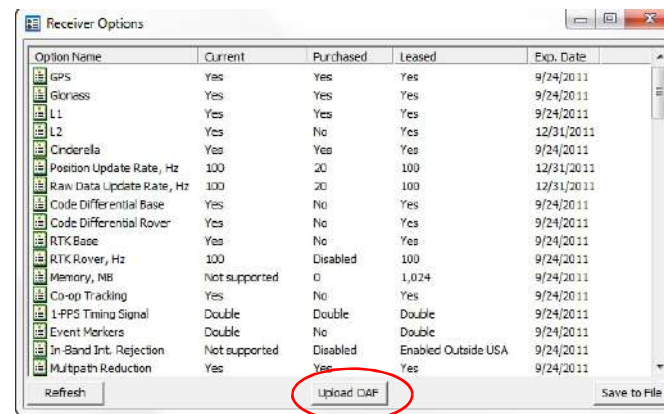

Рис. 10: Опции приемника
3. Нажмите пиктограмму **Опции**  в главном окне. Откроется окно **Опции приемника** (Рис. 10), позволяющее просматривать текущие опции авторизации и загружать новые.
2. Нажмите **Загрузить OAF** в нижней части окна **Опции приемника** (см. Рис. 10).